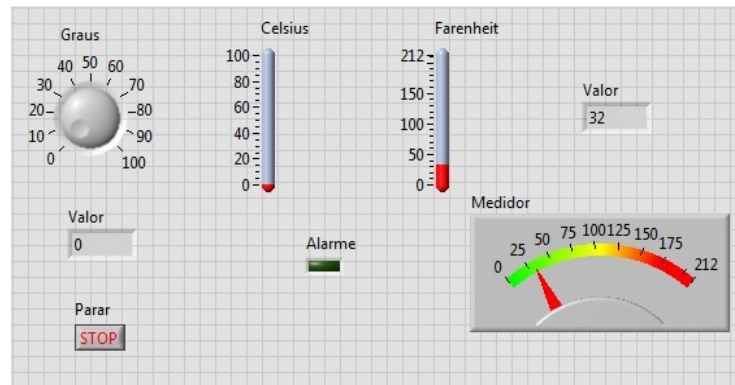

Figura 14 – Botão para interromper o processamento e Indicador de alarme no painel frontal.
9. Para incrementar o sistema de conversão de graus Celsius para Farenheit, vamos implementar um indicador de alarme Booleano, que indique quando a temperatura em graus Celsius exceder a 50 graus. Vamos implementar também, um botão que inicie e pare o processamento do sistema de conversão. Na janela do painel frontal, crie um indicador de alarme. Para isso, na paleta de controles, sub paleta “Boolean”, selecione o componente “Square LED”. Arraste e solte-o no painel frontal, altere sua legenda para “Alarme”. Da mesma forma, selecione o indicador “Stop Buttom”, altere sua legenda para “Parar”. Arranje os componentes no painel frontal, como indicado na Figura 14.